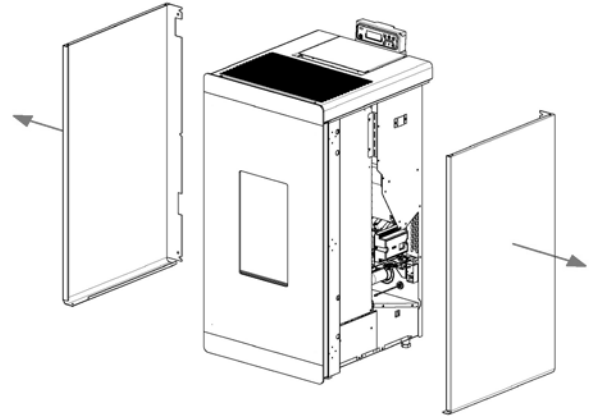

Fig. 76 - Dépose des côtés
- Retirer les flancs (voir **Fig. 76**).